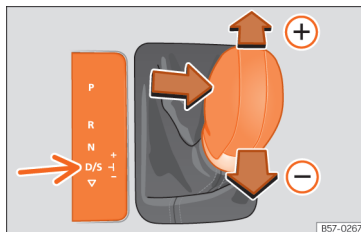

Fig. 88 Alavanca seletora na posição Tiptronic
- Empurre a alavanca para a frente (+) ou para trás (-) para engrenar uma mudança mais alta ou mais baixa »» Fig. 88.